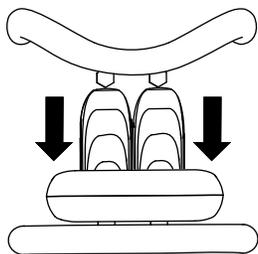

Рисунок 7
- Чтобы начать движение назад, переместите орган управления тягой назад (Рисунок 7).